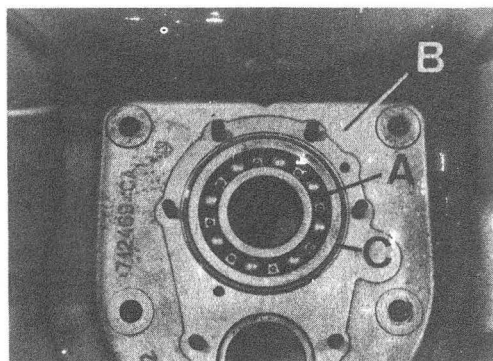

Fig. C1-88 Cáster de embrague
1.2. Extraer el rodamiento, A (Fig. C1-88) del cárter de embrague, B, y desmontarle el anillo elástico, C.
- 2.2. Montar el rodamiento, A (Fig. C1-88) sobre el cárter, B, de embrague, de forma - que el anillo elástico, C, haga tope sobre la cara frontal interna del cárter.